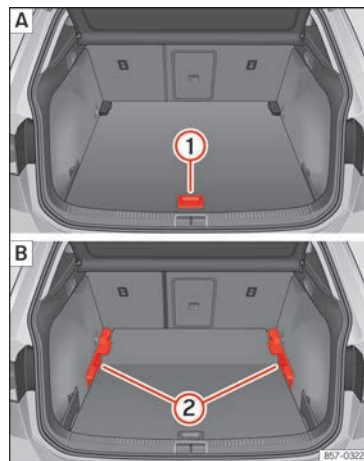

Abb. 171 Variabler Gepäckraumboden: A Hochstellung; B Tiefstellung.
- Um von der niedrigen in die hohe Position überzugehen, heben Sie den Boden am Haltegriff »» (Abb. 171) ① an und ziehen Sie ihn nach hinten, bis der vordere Teil des Bodens vollständig über den Halterungen ② liegt.
- Den Gepäckraumboden nun bis zum Anschlag an den Rücksitzlehnen nach vorne schieben und mit Hilfe des Haltegriffs ① absenken.
- Um von der hohen in die niedrige Position überzugehen, heben Sie den Boden am Haltegriff »» (Abb. 171) ① an und ziehen Sie ihn nach hinten, bis der vordere Teil des Bodens vollständig über den Halterungen ② liegt.
- Den vorderen Teil auf den Boden absenken und diesen bis zum Anschlag an den Rücksitzlehnen nach vorn verschieben und dabei den Boden gleichzeitig mit Hilfe des Haltegriffs ① absenken.
- Bei einem variablen Boden in hoher Position diesen am Haltegriff anheben »» (Abb. 171) ①, daran ziehen und in Richtung der Rücksitzlehne bewegen bis der Boden an der Scharnierlinie eingeklappt wird und sich der bewegliche Teil des Bodens auf diesem befindet.
- Für den Übergang vom hohen zum tiefen Boden den variablen Boden am Griffstück »» (Abb. 171) ① anheben und diesen etwas nach hinten ziehen.
- Drücken Sie den variablen Gepäckraumboden mit dem Griffstück in Richtung umgeklappter Rücksitze ① und drücken Sie dabei etwas